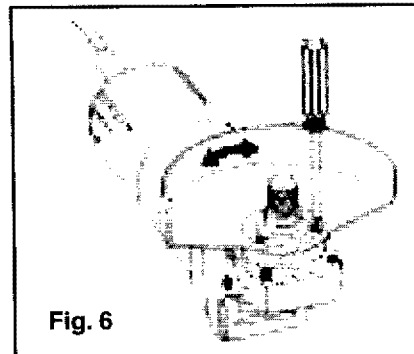

Fig. 6
### AJUSTE DEL PROTECTOR DE LA RUEDA (FIG. 6)
2. Afloje los tornillos de abrazadera que se muestran en la Fig. 6.